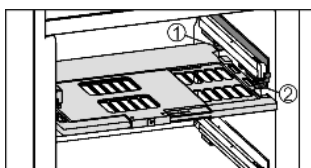

Fig. 8
- ▶ Vochtreguleringsplaat terugplaatsen: dekselranden van de plaat van onder in de achterste houder *Fig. 8 (1)* plaatsen en aan de voorkant in de houder *Fig. 8 (2)* vastklikken.